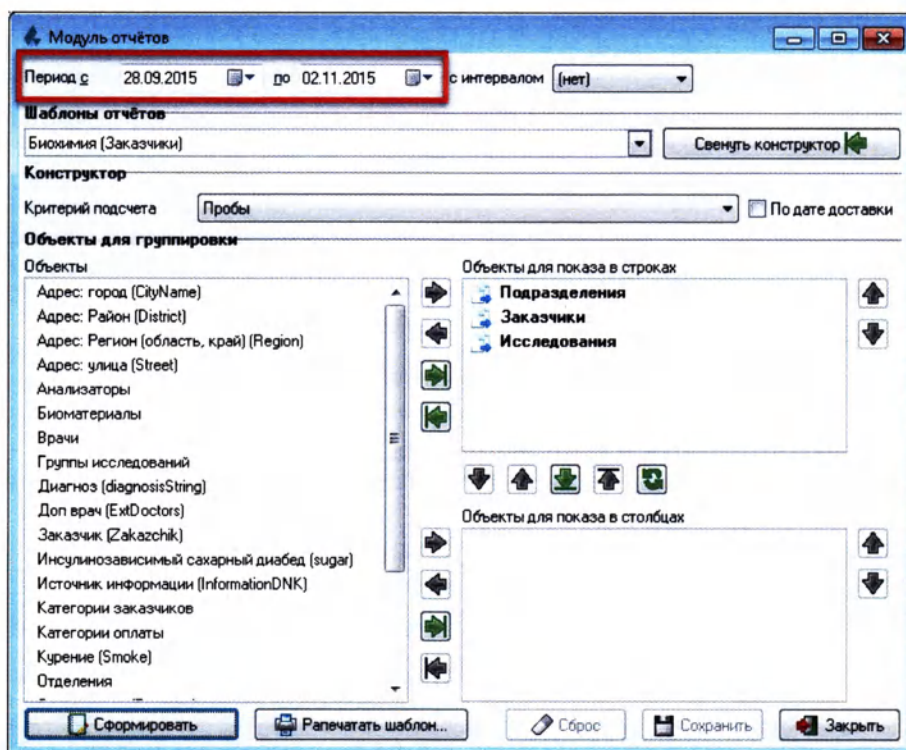

Рисунок 15.14
2. В открывшемся окне выберите период отчетности (Рисунок 15.14)
2. В открывшемся окне выберите период отчетности (Рисунок 15.14):